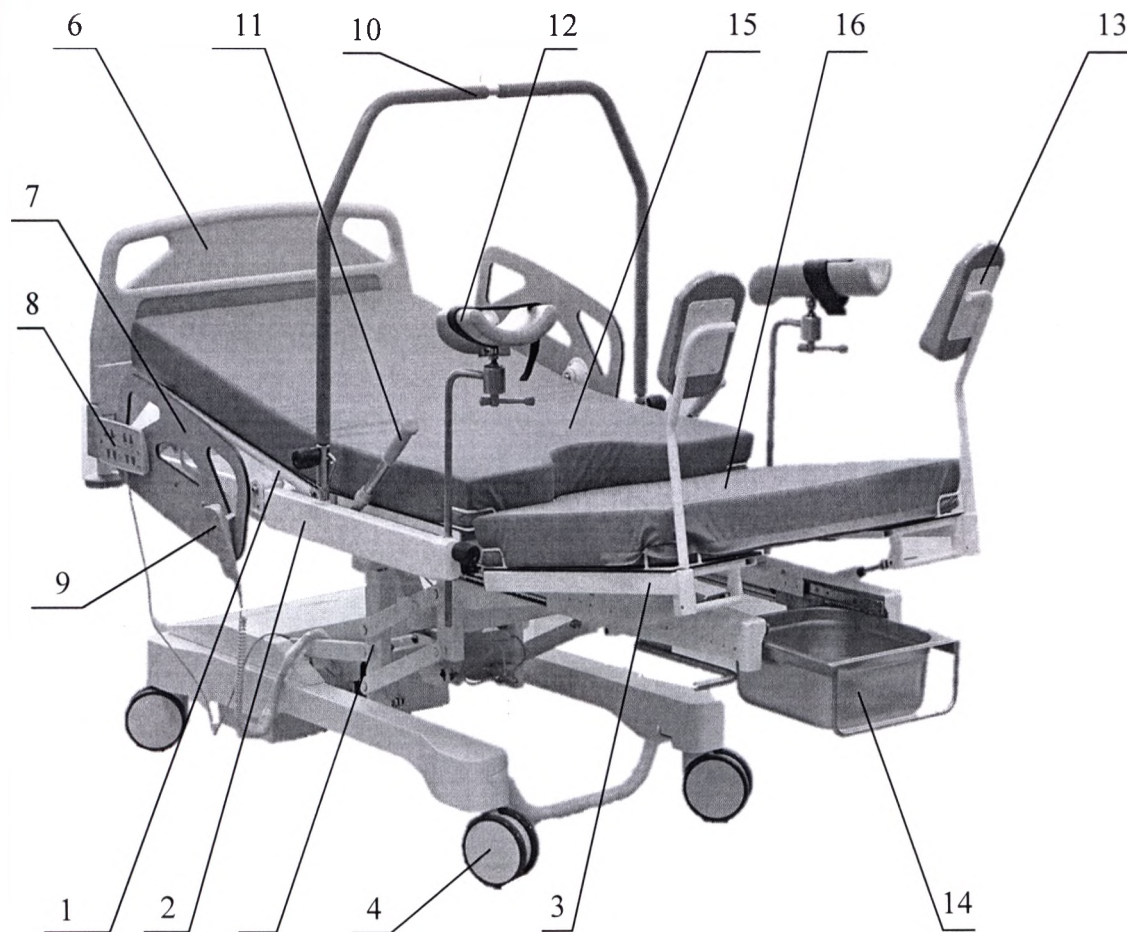

Рисунок 1 – Кровать акушерская КА
Трансформирование положений секций кровати осуществляется в зависимости от исполнения как с помощью электрических приводов с ручными пультами управления 8, 9 (Рисунок 1) путем нажатия соответствующей кнопки, так и с помощью других силовых устройств (гидродомкрат - для подъема кровати; газовые пружины – для наклона спинной и ножной секций, продольного наклона кровати; направляющие с механическим запирающим – для перемещения ножной секции).
Составные элементы кровати согласно рис. 1 представлены в таблице 5.
6.1 Ложе кровати состоит из секций: **спинной 1**, **центральной 2** и **ножной 3** (Рисунок 1).
6.1.1 Спинная секция 1 (Рисунок 1) имеет функцию наклона относительно центральной во всех исполнениях кровати.
На спинной секции установлены ограждения боковые подъемные 7 (Рисунок 1).
При установке на центральной секции дуги опорной 10 (Рисунок 1) вблизи основания спинной секции, наклон спинной секции не допускается при не опущенных в нижнее положение ограждений боковых подъемных 7.
6.1.2 Центральная секция 2 (Рисунок 1) совместно со спинной (для исполнения КА-01) и с ножной (для исполнения КА-02...04) имеет функцию продольного наклона.
На центральной секции установлены упоры для рук 11 (Рисунок 1).
На центральной секции имеются отверстия для установки дуги опорной 10 и ногодержателей (Рисунок 1).
6.1.3 Ножная секция 3 (Рисунок 1) имеет функцию выдвижения с пошаговой блокировкой перемещения во всех исполнениях кровати.
6.2 Основание кровати состоит из **шасси с центральным тормозом и фиксацией направления 4** и **рамы подъёма 5** (Рисунок 1).
6.2.1 Шасси с центральным тормозом и фиксацией направления 4 (Рисунок 1) имеет функции: